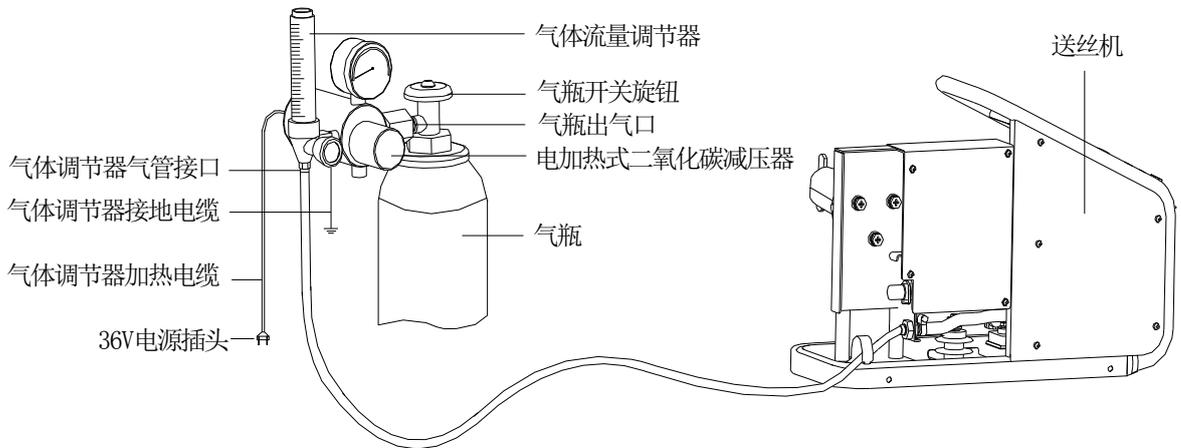

图2-3 气管连接示意图
1. 用安装螺母将电加热式二氧化碳减压器（见图 2-3）安装到气瓶上的气瓶出气口，并紧固。
4. 连接接地电缆，并可靠接地。连接完毕后如图 2-3 所示。